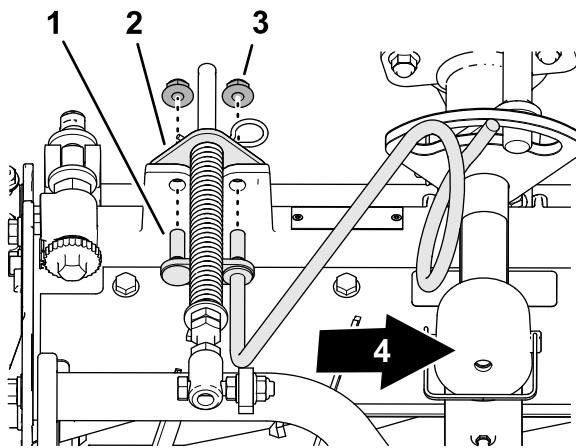

**Figura 14**
2. Remova as duas contraporcas flangeadas ( $\frac{3}{8}$  pol.) e os dois parafusos franceses ( $\frac{3}{8} \times 1\frac{1}{4}$  pol.) que fixam o suporte de compensação do gramado à estrutura da unidade de corte (Figura 14).